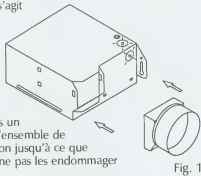

Fig. 1
Avant de commencer l'installation, retirez l'ensemble de diffuseurs du ventilateur, qui est fixé en place avec une seule vis à travers le diffuseur. Il s'agit d'une vis captive qui restera installée dans le diffuseur. Le col de gaine en plastique et le registre ne sont pas fixés au carter car il est plus facile de les fixer, une fois le carter installé dans le plafond. Le système est conçu pour s'emboîter en enclenchement sur le carter dans un sens seulement (fig. 1). Gardez l'ensemble de diffuseur et de grille dans le carton jusqu'à ce que vous en ayez besoin de façon à ne pas les endommager et à ne pas les perdre.
- Fixez le collier et le registre à enclenchement comme illustré à la figure 1.